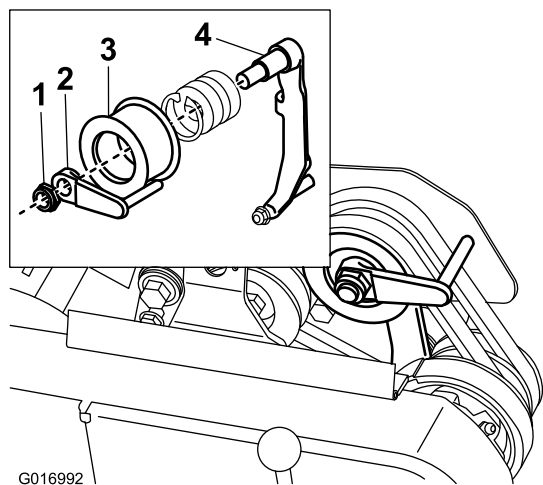

図 44
8. エンジンを使わずに、楽に機体を押ししたり引いたりすることができるよう、ベルトガイド (図 44; 挿入図) を以下のように調整しておきます: